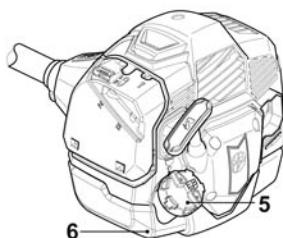

Fig. 10
- > Desenrosque a tampa do depósito de combustível (5) e remova-a (fig. 10).